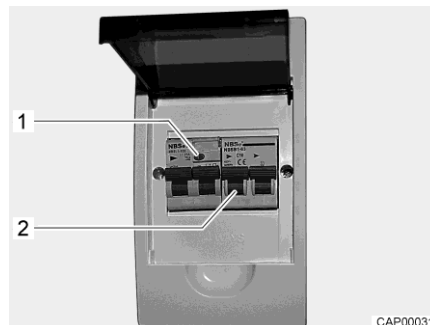

Bild 86 230-V-Sicherungskasten mit Leitungsschutzschalter und FI-Schalter
Ein Fehlerstrom-Schutzschalter (FI-Schalter) im Sicherungskasten sichert das gesamte Fahrzeug gegen Fehlerstrom (0,03 A) ab. Der nachgeschaltete Leitungsschutzschalter (10 A) (Bild 86,2) sichert das 230-V-Bordnetz ab.
- Wenn das Fahrzeug an die 230-V-Versorgung angeschlossen ist, die Prüftaste (Bild 86,1) drücken. Der Fehlerstrom-Schutzschalter muss auslösen.